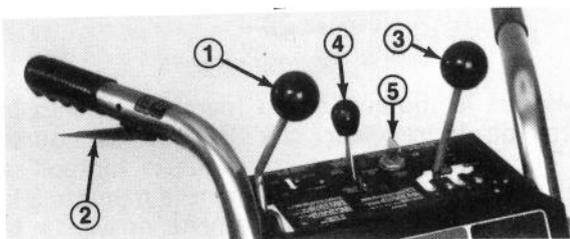

Figure 15
**Commande de tarière (Fig. 15)** — Cette commande a deux positions: EMBRAYÉE (Engage) et DÉBRAYÉE (Disengage). Pour embrayer la tarière et le ventilateur, poussez le levier de commande vers l'avant jusqu'à sa butée. Il dépassera alors le centre du tableau. Pour débrayer la tarière et le ventilateur, ramenez le levier de commande en arrière.
**Levier d'interconnexion de sécurité (Fig. 15)** — Il faut comprimer le levier d'interconnexion de sécurité contre la poignée du mancheron de droite quand la tarière ou les roues sont embrayées. Le moteur s'arrête automatiquement dès qu'on relâche ce levier pendant que la tarière ou les roues sont en prise. Il s'agit d'un dispositif de sécurité destiné à rappeler au conducteur de débrayer la tarière et les roues avant de quitter sa position de sécurité derrière les mancherons.
**Commande d'entraînement des roues (Fig. 15)** — Cette commande a sept positions: N (point mort ou neutre) 2 positions; R1 et R2 (2 vitesses de marche arrière); 1, 2 et 3 (trois vitesses avant). Pour changer de vitesse, placez le levier à la position désirée. Il faut tenir le levier de commande en position R (Marche arrière) pour reculer. Dès qu'on la relâche, la commande retombe automatiquement au point mort. Vous pourrez utiliser les vitesses 1, 2 et 3 selon les conditions d'enneigement. Continuez de comprimer le levier d'interconnexion en changeant de vitesse.
**Commande des gaz (Fig. 15)** — Plus vous poussez le levier vers l'avant, plus vous augmentez la vitesse. Ne faites tourner le moteur que juste assez vite pour projeter la neige où vous le voulez.
**Clé d'allumage (Fig. 15)** — La clé d'allumage a deux positions: MARCHÉ (On) et ARRÊT (Off). Mettez la clé en position MARCHÉ (On) avant de mettre le moteur en marche à l'aide du démarreur à rappel. Pour arrêter le moteur, mettez la clé en position ARRÊT.
5. Tournez la clé d'allumage en position de MARCHÉ (Fig. 15).